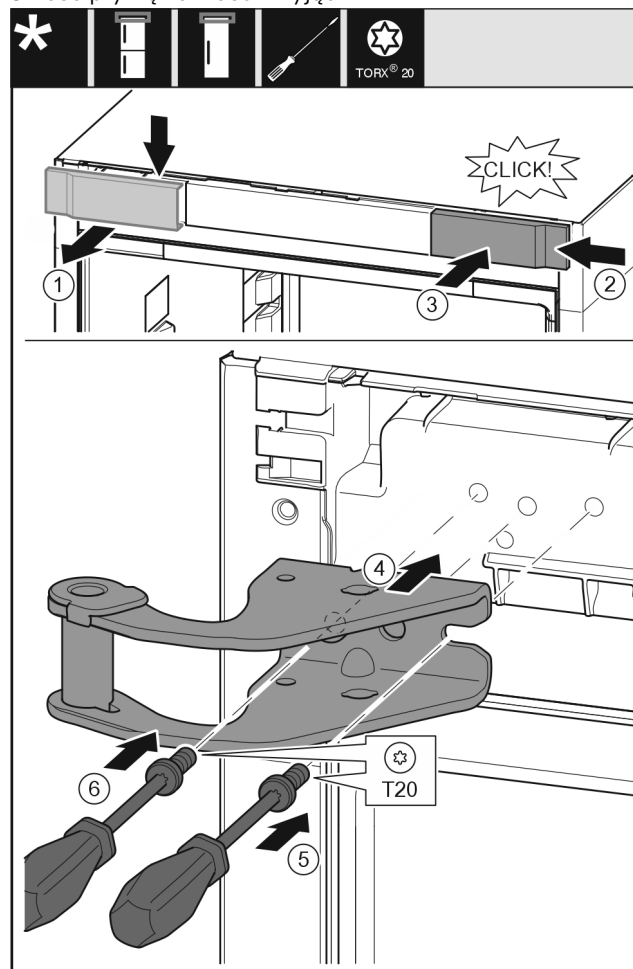

Fig. 11
- Wyjąć osłonę od góry do przodu. Fig. 11 (1)
- Osłonę obrócić o 180° i założyć z drugiej strony od prawej. Fig. 11 (2)
- Zazębić osłonę. Fig. 11 (3)
- Założyć górną płytkę zawiasu. Fig. 11 (4)
- Śrubę założyć przy pomocy śrubokręta T20 i mocno dokręcić. Fig. 11 (5)
- Śrubę założyć przy pomocy śrubokręta T20 i mocno dokręcić. Fig. 11 (6)